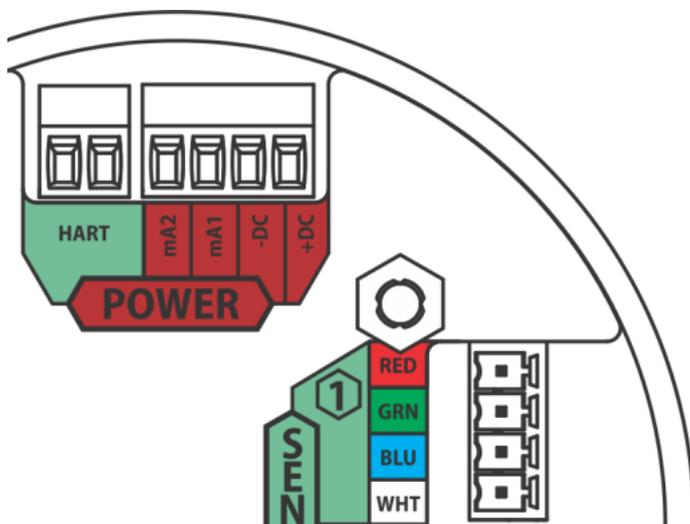

图 25 电源、HART 和传感器输入
- (1) 逆时针旋转，以拆下 ULTIMA X5000 盖板。
- (2) 拉动金属夹箍，移除电子器件，以露出传感器和电源连接。
- (3) 移除红色电源连接器。
- (4) 使用小型一字螺丝刀撬开连接器的接线端口。
- (5) 剥开电缆护套，露出屏蔽层和四根电线。
- (6) 连接电源和模拟输出线。电线位置标注在盖板上（参见 图 25）：